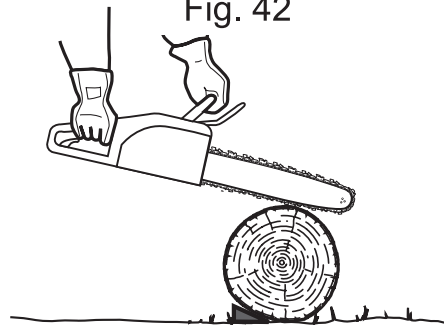

Fig. 43
- > Se o diâmetro do tronco for suficientemente grande para aplicar uma cunha sem tocar na corrente, use a cunha para manter a fenda aberta e assim evitar entalar a corrente (Fig. 43).